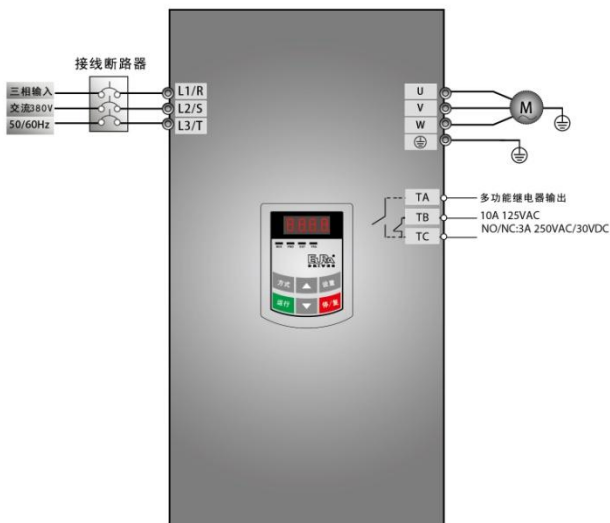

图 5-1 接线图 1
- (1) 按图 5-1 配线，检查接线正确后，合上空气开关，变频器上电；
- (2) 按方式键，进入编程菜单。
- (3) 进行电机参数测量